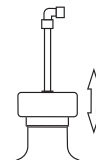

Рис.3
3. Трубка из нержавеющей стали для подачи воды может регулироваться по высоте для установки в бутылку разного объема – 19л, 12л. (Рис.3.)